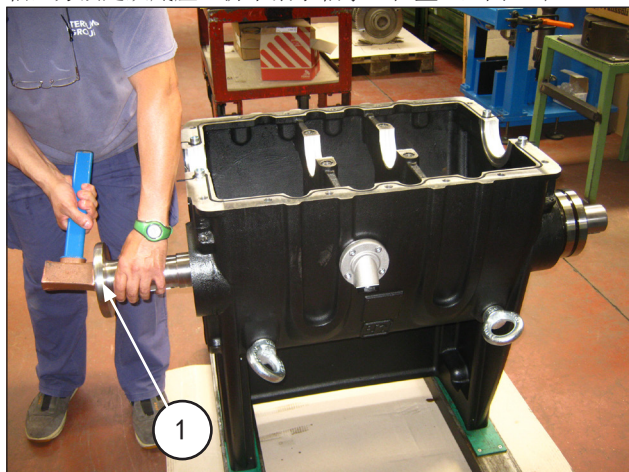

图 47
通过使用带有相应缓冲垫的锤子从两侧的任一侧抽出PTO轴，方法是从底座上拆下滚子轴承（位置①，图 47）。